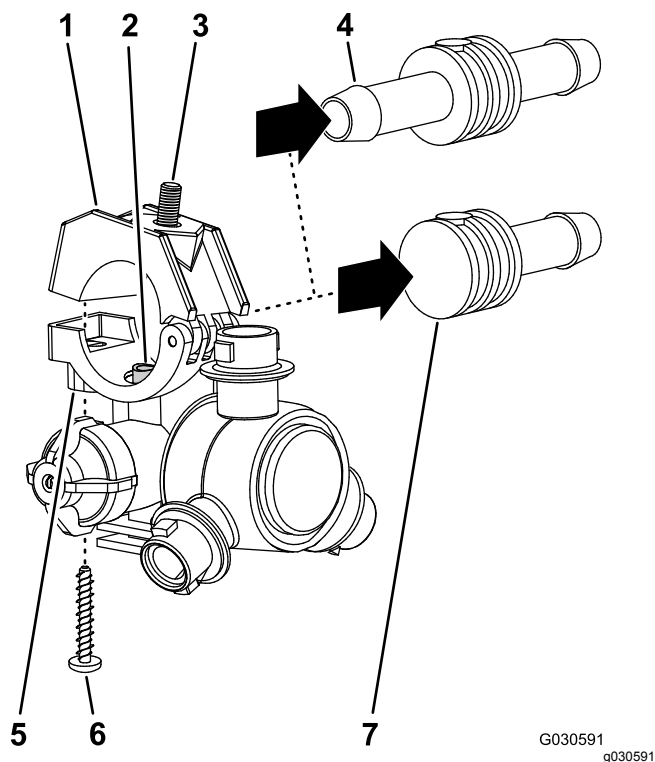

Рисунок 50
2. Отверните винт из нержавеющей стали (№ 12 x 1¼ дюйма), который крепит верхнюю половину зажима и хвостовик двухстороннего или одностороннего шлангового штуцера типа «елочка» (¾ дюйма) к корпусу распылительного сопла, и отделите хвостовик шлангового штуцера типа «елочка» и шланг от сопла (Рисунок 50).